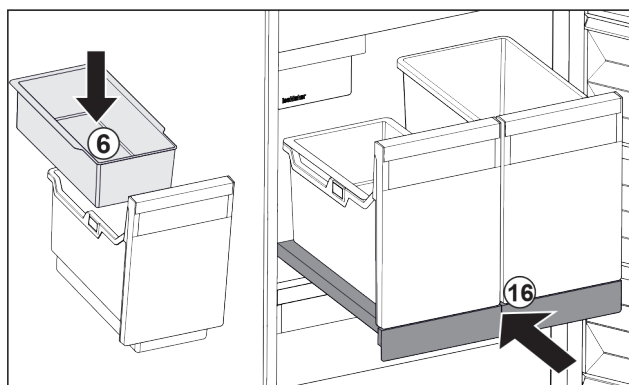

Fig. 146
- ▶ 安装冰块挂盘 Fig. 146 (6)。
- ▶ 将带有容器 (IceTower) 的拉出式搁板推入。 Fig. 146 (16)